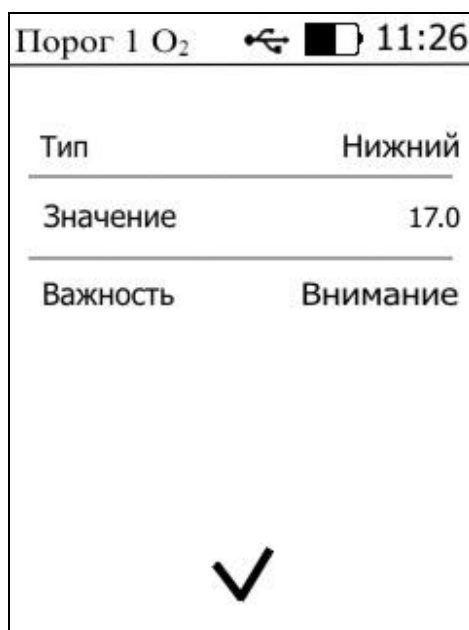

Рисунок 5.5 Экран включенного режима разовых измерений
4.6 При включении газоанализатора осуществляется предварительный прогрев и тестирование датчика в течение 15 секунд. В процессе работы газоанализатор осуществляет самотестирование. При наличии неисправностей газоанализатор индицирует сообщение об ошибке. Расшифровка неисправностей тестирования и других ошибок в работе газоанализатора отображается в меню выбора порогов, рисунок 5.5.
Для настройки нужного порога нажать на область «Порог 1» или «Порог 2», Рисунок 5.5.